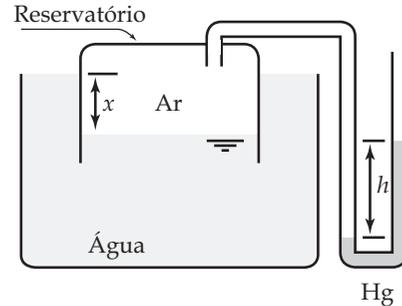

Figura Ep1.22
**Ep1.22** Observe a Figura Ep1.22. Nela, uma quantidade de ar permanece aprisionada por um reservatório metálico com peso próprio igual a 800 N, formando uma interface com área de  $0,10$  m2 com a água. Sabe-se que a massa específica da água é igual a  $998,2$  kg/m3 e que a do mercúrio é igual a  $13550$  kg/m3. Desprezando o